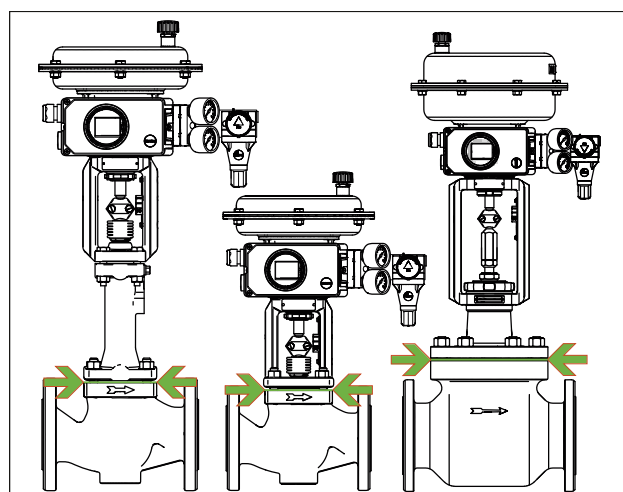

Fig. 13: Limite dell'isolamento delle valvole di controllo (esempio)
- ⇒ Isolare le valvole di regolazione solo fino alla flangia del coperchio dell'alloggiamento della valvola, vedere Fig. 13. Questo vale anche per le versioni con soffietto o parte isolante con temperature del mezzo inferiori a 0 °C o superiori a 220 °C. Se anche la parte isolante è isolata, non funzionerà correttamente!